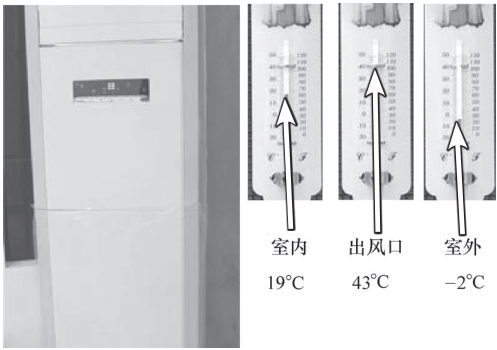

图 5-30 检测温度
4) 室外温度为 -2°C ，室内温度为 19°C ，出风口温度 43°C ，如图 5-30 所示。根据数据判断空调器工作正常。